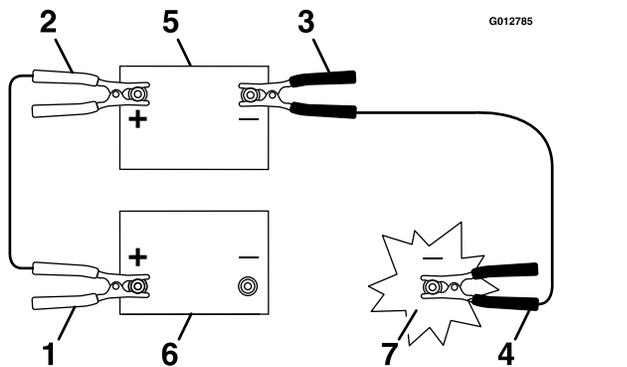

Figure 37
3. Connectez le câble positif (+) à la borne positive (+) de la batterie à plat qui est reliée au démarreur ou au solénoïde, comme montré à la Figure 37.